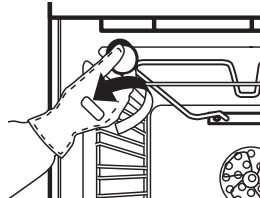

fig 5
2. Descargola la tapa del llum (Fig. 5), canvia el llum (consulta la nota sobre el tipus de llum) i torna a cargolar la tapa per col·locar-la.